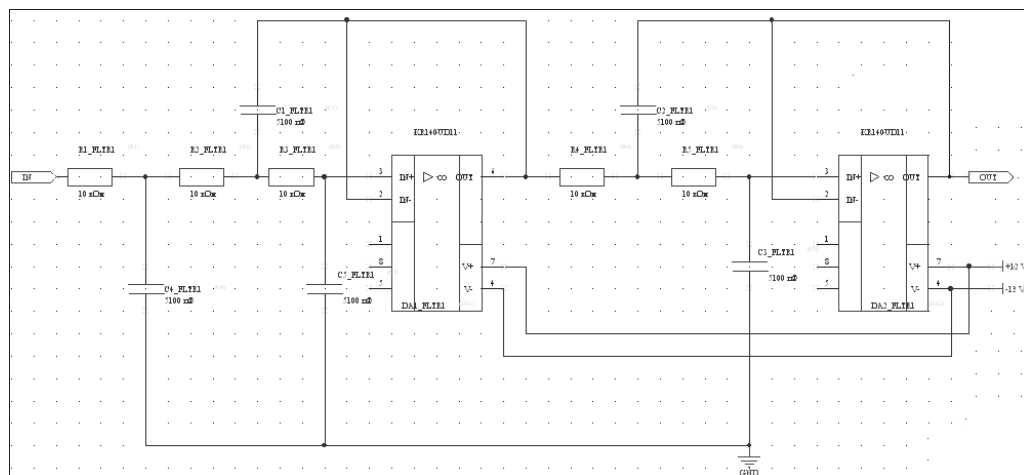

Рис. 4.17. Схема одного канала
2. К проекту присоединить схемный документ нижнего уровня, в котором формируется схема электрическая принципиальная одного канала: двухзвенный активный фильтр на операционных усилителях KP140УД11 с RC-цепочками в цепях положительной обратной связи (рис. 4.17). Документ сохранить с именем CHN.SchDoc.
Рассмотрим такое преобразование на примере активного фильтра, показанного на рис. 4.17 в предыдущем разделе.